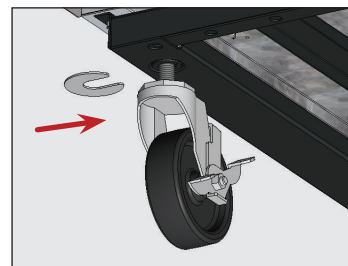

Abb. 9. Setzen Sie die Laufrollenunterlegscheibe(n) ein. Achten Sie darauf, den Lenkrollenschaft festzuziehen.
5. Lösen Sie am unteren Ende des Geräts die Rollenschraube weit genug, um die mitgelieferten Rollenscheiben zwischen das Rollenlager und die untere Schiene des Geräts zu schieben. Siehe Abb. 9.
6. Installieren Sie die gewünschte Anzahl von Unterlegscheiben. Siehe Abb. 9.